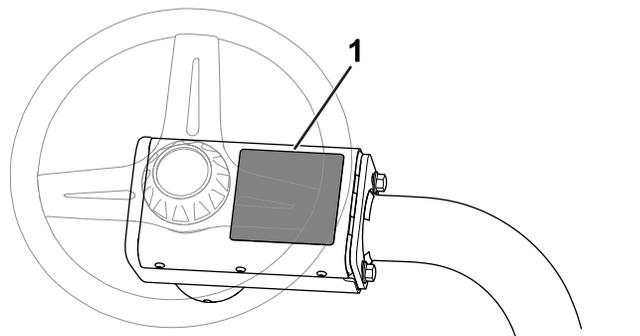

Рисунок 9
- Приклейте предупреждающую наклейку CE (№ по кат. 136-8505) поверх имеющейся предупреждающей наклейки (№ по кат. 136-8506). На Рисунок 9 показано расположение предупреждающей наклейки.